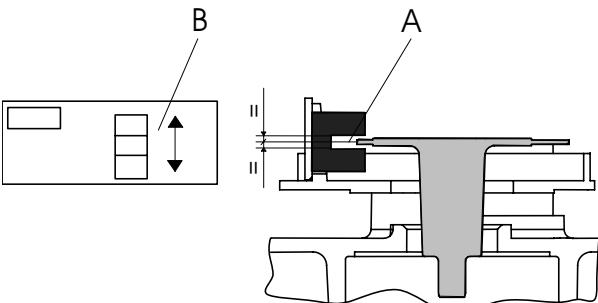

Fig. 5
- 5) Per il corretto funzionamento dell'encoder, il disco deve ruotare al centro del lettore montato sulla scheda (fig. 5 rif. A). Per una migliore centratura è possibile una regolazione in altezza del lettore (fig. 5 rif.B).
- 5) For efficient encoder operation, the disk must rotate at the centre of the reader fitted on the board (fig. 5 Ref. A). For better centring, reader height can be adjusted (fig. 5 ref. B).
- 5) Pour le fonctionnement correct de l'encodeur, le disque doit tourner au centre du lecteur monté sur la platine (fig. 5 réf. A). Pour un meilleur centrage, un réglage en hauteur du lecteur est possible (fig. 5 réf.B).
- 5) Para un correcto funcionamiento del encoder, el disco debe girar en el centro del lector montado en la tarjeta (fig. 5 ref. A). Para un mejor centrado, se puede regular la altura del lector (fig. 5 ref.B).
- 5) Für einen störungsfreien Betrieb des Encoders muß die Scheibe im Zentrum des Lesegeräts, das auf der Karte montiert ist (Abb. 5 Bez. A), drehen. Um eine korrekte Zentrierung zu gewährleisten, kann das Lesegerät in der Höhe reguliert werden (Abb. 5 Bez. B).